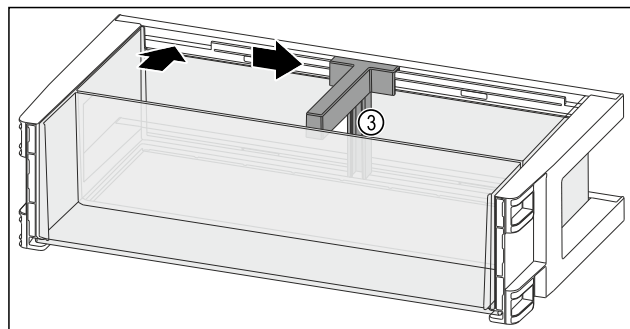

Fig. 136
- ▶ Установите держатель для бутылок Fig. 136 (3) в выемку.
- ▶ Сместите держатель для бутылок Fig. 136 (3) в нужное положение в сторону.